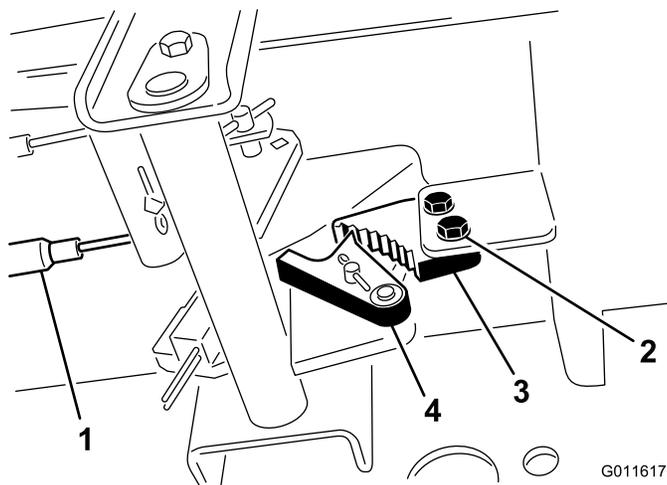

Bild 69
1. Lösen Sie die zwei Schrauben, mit denen die Sperre der Feststellbremse am Rahmen befestigt ist (Bild 69).
2. Drücken Sie das Pedal der Feststellbremse nach vorne, bis der Bremsauslöser ganz an der Bremssperre greift (Bild 69).